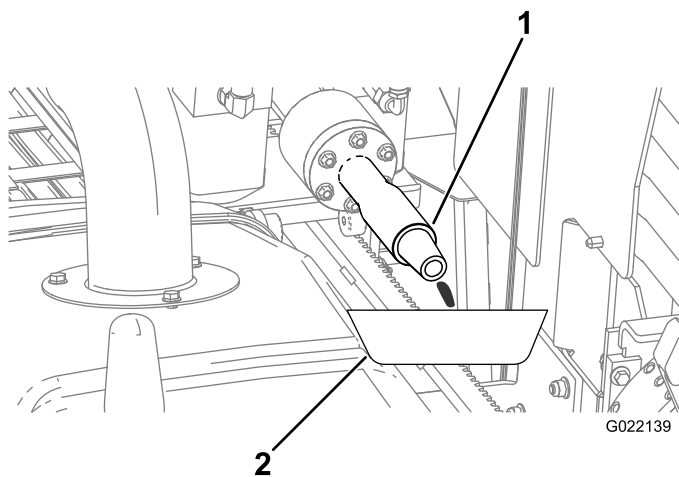

Figura 151
- B. Coloque un recipiente debajo del husillo de perforación para el anticongelante sobrante (Figura 151).
- D. Cuando salga anticongelante del husillo de perforación (Figura 151), apague la bomba.